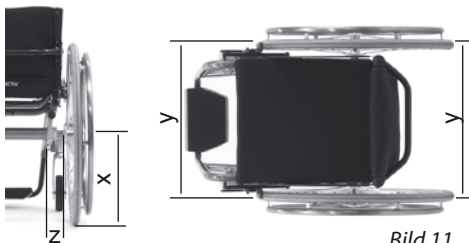

Bild 11
Messen Sie auf Achshöhe (Bild 11 x) den Abstand (Bild 11 y) der Antriebsräder vorne und hinten. Der Abstand der beiden Antriebsräder sollte hinten genauso groß sein wie vorne. Differiert der Abstand um mehr als 5 mm, muss die Spur korrigiert werden. Eine Korrektur ist auch dann erforderlich, wenn der Abstand (Bild 11 z) nicht auf beiden Seiten gleich ist.
3. Stellen Sie sicher, dass der Abstand zum Rahmen (Bild 11 z) rechts und links gleich ist.